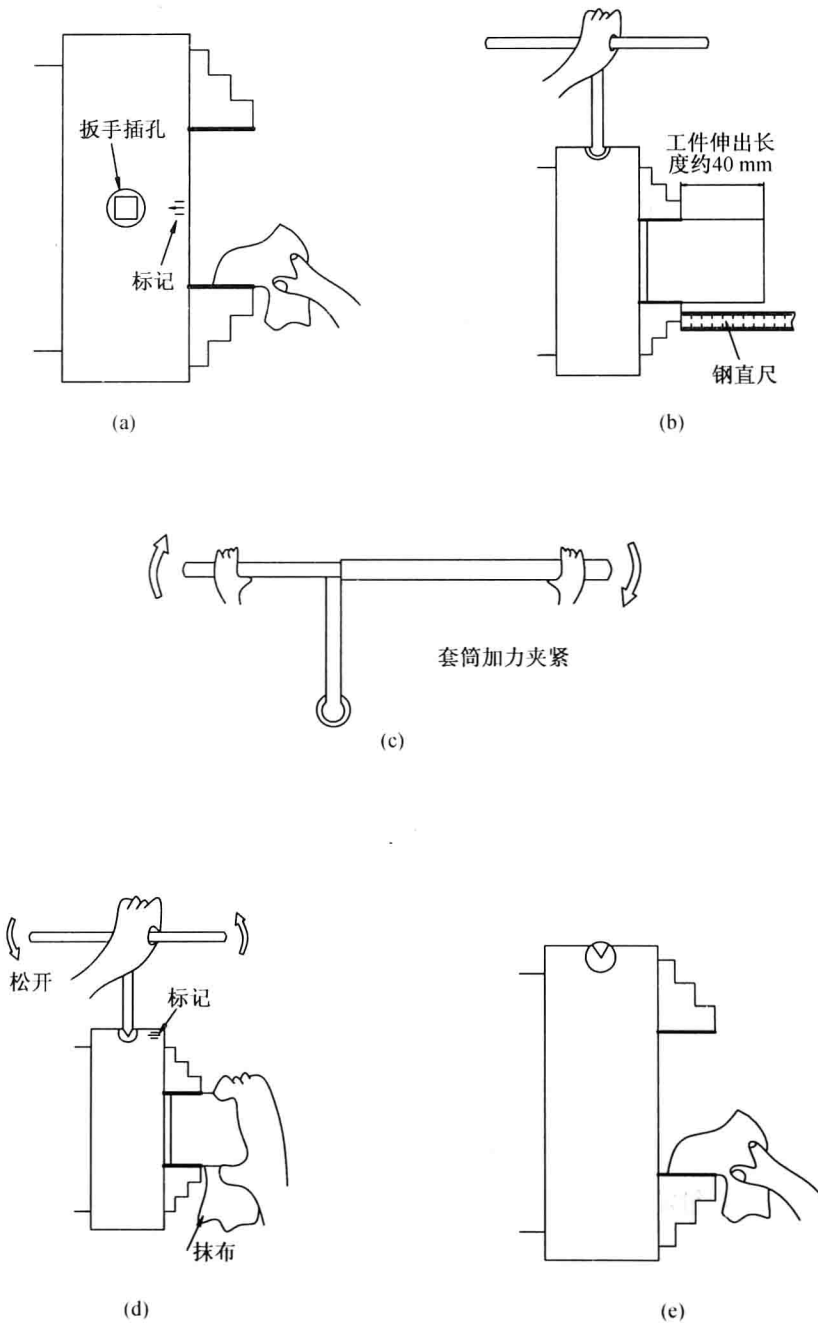

图 1-1-8 工件的安装与卸下
- (1)使主轴齿轮位于空挡位置,擦净卡爪接触面,松开卡爪合适距离,如图 1-1-8(a)所示。
- (2)轻轻夹紧工件(临时夹紧),用钢直尺调整伸出长度约 40 mm,如图 1-1-8(b)所示。
- (3)用力拧紧卡盘,改换卡盘扳手方向,再次将套筒加力夹紧工件后取下卡盘扳手,如图 1-1-8(c)所示。
- (1)使主轴齿轮位于空挡位置,从有标记的孔中插入卡盘扳手,松开卡盘,卸下工件,如图 1-1-8(d)所示。
- (2)清洁卡爪,如图 1-1-8(e)所示。